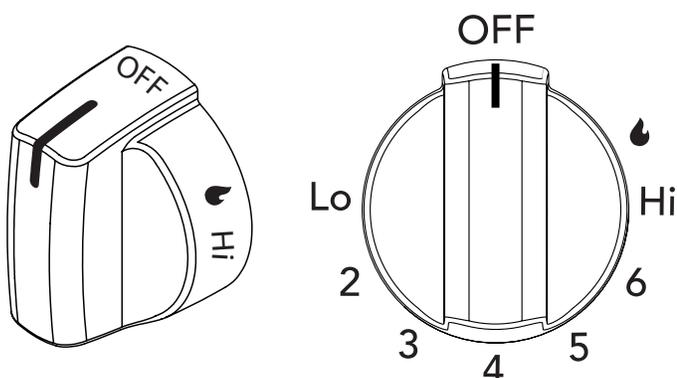

Figure 7: Bouton de commande de la surface de cuisson
2. Enfoncez le bouton de commande du brûleur et tournez-le dans le sens antihoraire jusqu'à la position «» (lite) (figure 7).